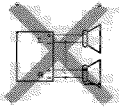
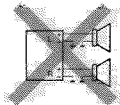

Fig. 1
Fig. 2
- ② Jaune: à la batterie de la voiture (12V constant)
- ③ Rouge: à la prise accessoire
- ④ Autres fils à l'exception du fil bleu à bandes blanches: aux enceintes
- ⑤ Bleu à bandes blanches: à l'antenne automatique (200mA max.)
- If the speaker wiring in your car is as illustrated in Fig. 1 and Fig. 2 below, DO NOT connect the unit using that original speaker wiring. If you do, the unit will be seriously damaged.
- Si el conexionado de altavoz de su automóvil es como se indica en las Figs. 1 y 2 de abajo, NO conecte la unidad utilizando ese conexionado de altavoz original. Si lo hace, se producirán daños graves en la unidad.
- Si le câblage des enceintes de votre voiture est réalisé comme montré sur la Fig. 1 ou Fig. 2 ci-dessous, NE CONNECTEZ PAS l'appareil en utilisant ce câblage original d'enceintes. Si vous le faites, l'appareil sera sérieusement endommagé.